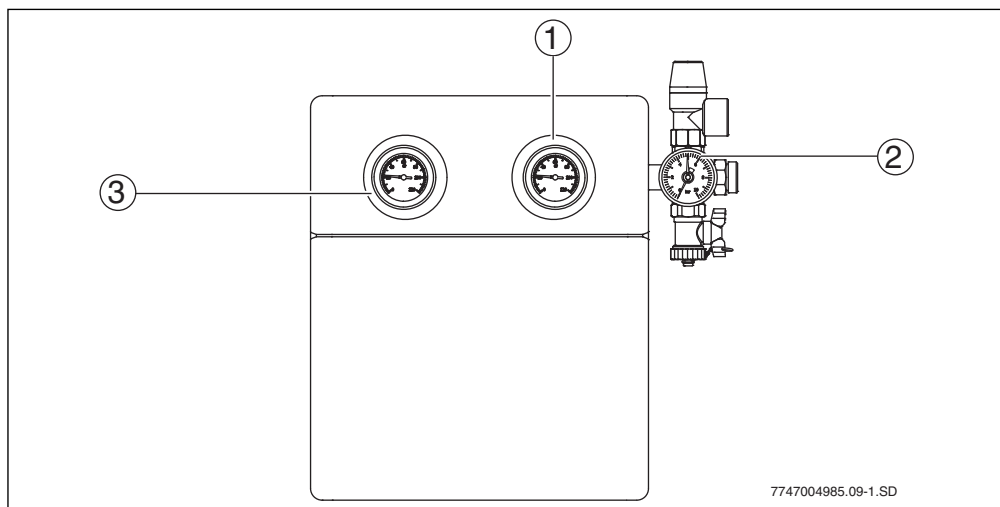

Fig. 13 Grupo de circulação
- Termómetro (→ fig. 13, pos. 1 e 3): O termómetro integrado mostra as temperaturas do retorno (azul) e avanço (vermelho) da energia solar.
- Manómetro (→ fig. 13, pos. 2): O manómetro indica a pressão de serviço.